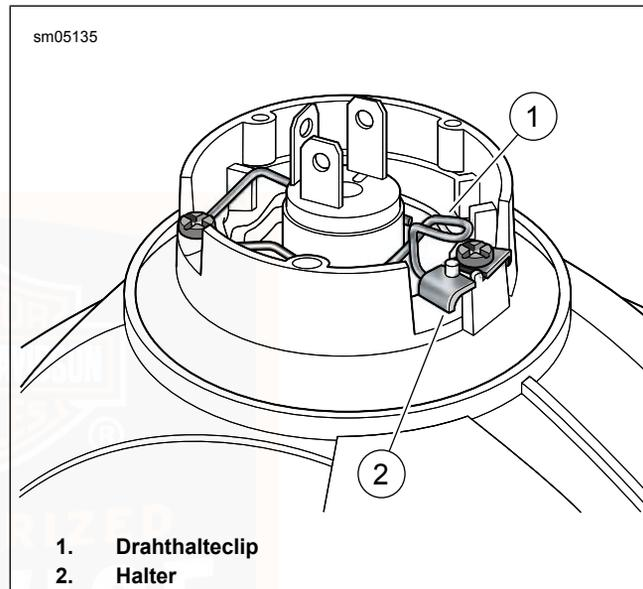

Abbildung 45. Drahthalteclip
6. Siehe Abbildung 45. Den Drathalteclip (1) von der Halterung (2) lösen. Den Drathalteclip zur Seite schieben.
9. Siehe Abbildung 45. Den Drathalteclip (1) in die Einbaustellung drehen und unter der Lippe der Halterung (2) arretieren.